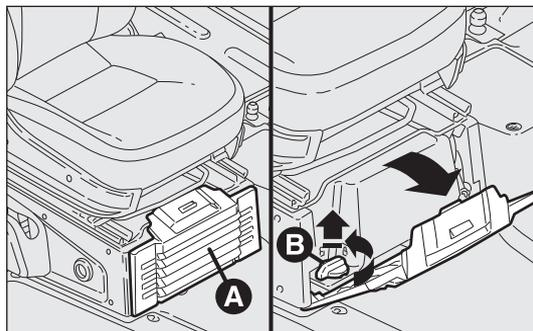
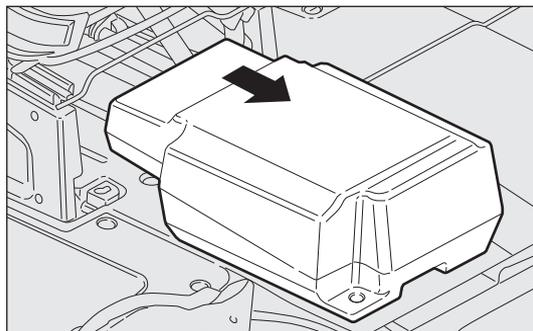

Abb. 206
Abb. 207
- Die Klappe A öffnen und wie in Abb. 206 abgebildet entfernen;
- Den Griff B gegen den Uhrzeigersinn drehen und entfernen Abb. 206, damit das Fach Abb. 207 herausrutschen kann;